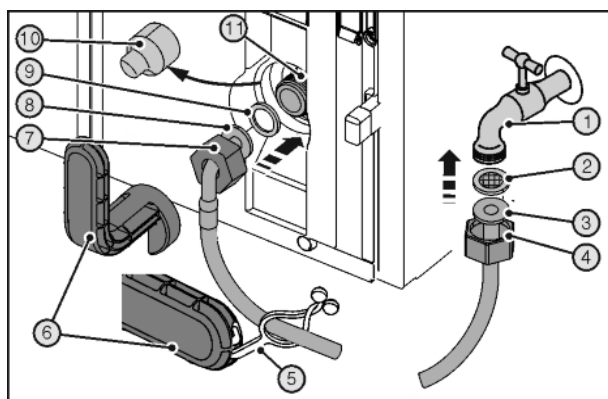

Fig. 27
Coupures dues à l'outil auxiliaire brisé Fig. 27 (6).
- Utiliser uniquement l'outil auxiliaire Fig. 27 (6) à la température ambiante.
- Pousser à fond l'écrou Fig. 27 (4) sur l'extrémité droite du tuyau Fig. 27 (3) et le maintenir en place.
- Placer le filtre-collecteur Fig. 27 (2) dans l'écrou Fig. 27 (4).
- ▷ Le filtre-collecteur Fig. 27 (2) est à plat sur l'extrémité du tuyau droit Fig. 27 (3) et est maintenu légèrement en place.
- Raccorder l'écrou Fig. 27 (4) avec le filtre-collecteur Fig. 27 (3) se trouvant sur l'extrémité du tuyau droit Fig. 27 (2) au robinet d'arrêt.
- En ouvrant momentanément le robinet d'arrêt Fig. 27 (1) de l'arrivée d'eau, purger la conduite d'eau et remplir d'eau. Pour ce faire, maintenir le tuyau dans un seau.
- Retirer le raccord Fig. 27 (10).
- Pousser à fond l'écrou Fig. 27 (7) sur l'extrémité du tuyau coudé Fig. 27 (8) et serrer.
- Humidifier le joint Fig. 27 (9) et l'enfoncer dans l'écrou Fig. 27 (7) sur l'extrémité du tuyau coudé Fig. 27 (8).
- ▷ Le joint Fig. 27 (9) est à plat sur l'extrémité du tuyau coudé Fig. 27 (8) et est maintenu légèrement en place.
- Raccorder l'écrou Fig. 27 (7) avec le joint Fig. 27 (8) se trouvant à l'extrémité du tuyau coudé Fig. 27 (9) sur l'électrovanne Fig. 27 (11).
- Serrer les raccords au couple maximal dans le sens des aiguilles d'une montre à l'aide de l'outil auxiliaire Fig. 27 (6) et jusqu'à ce que l'outil auxiliaire Fig. 27 (6) tourne à vide.
- Ouvrir le robinet d'arrêt Fig. 27 (1) de l'arrivée d'eau et vérifier que tout le système hydraulique est bien étanche.
- Accrocher la languette Fig. 27 (5) dans l'outil auxiliaire Fig. 27 (6) et la fixer au tuyau en acier inox pour la conserver.